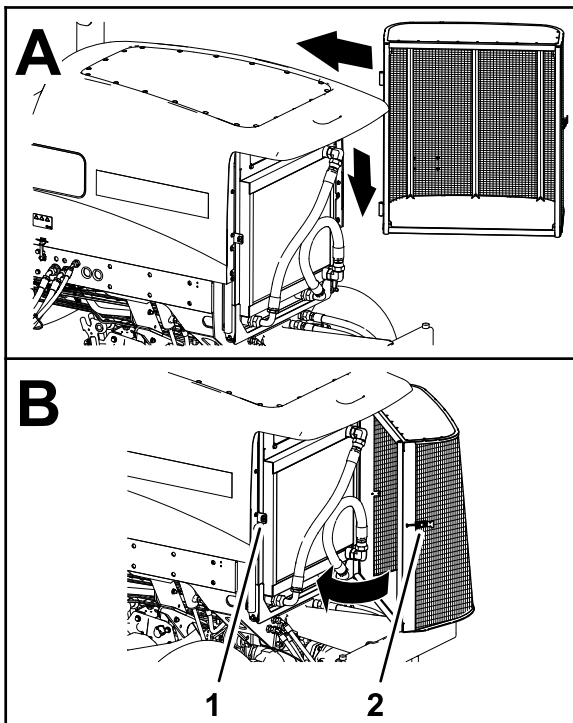

Bild 158
8. Montieren Sie das Gitter auf die Scharnierstifte (Bild 158).